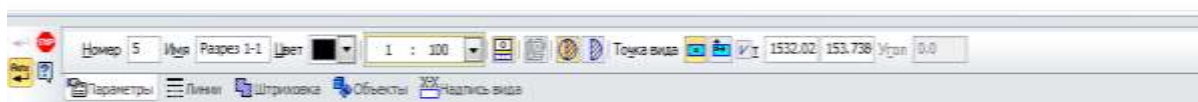

Рисунок 3.1.8. Создание линии разреза
3. Укажите на виде с фасадом обозначение разреза (Рис. 3.1.8.). Для этого: